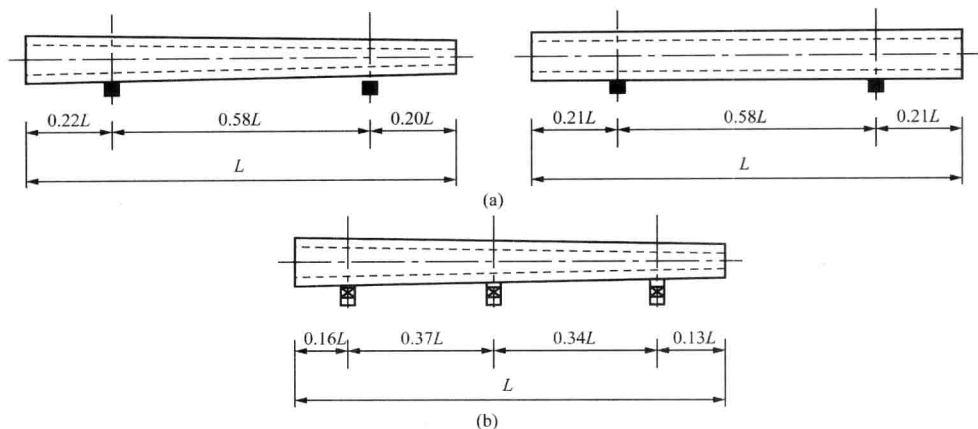

图 1-1 电杆堆放支撑
2) 电杆应根据杆长的不同，分别采用两支点或三支点堆放。杆长小于或等于 12m 时，应采用两支点支撑；杆长大于 12m 时，应采用三支点支撑。电杆支点位置如图 1-1 所示。